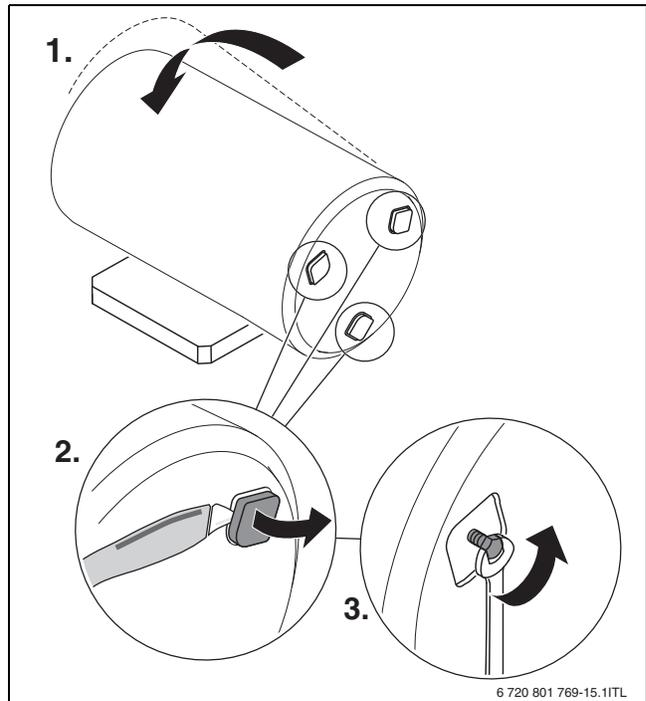

Fig. 7 Poser le ballon et dégager les pieds réglables
- ▶ Poser le ballon avec précaution sur le rembourrage (→ fig. 7, [1]).
- ▶ Découper la saillie dans le fond en polystyrène (→ fig. 7, [2]).